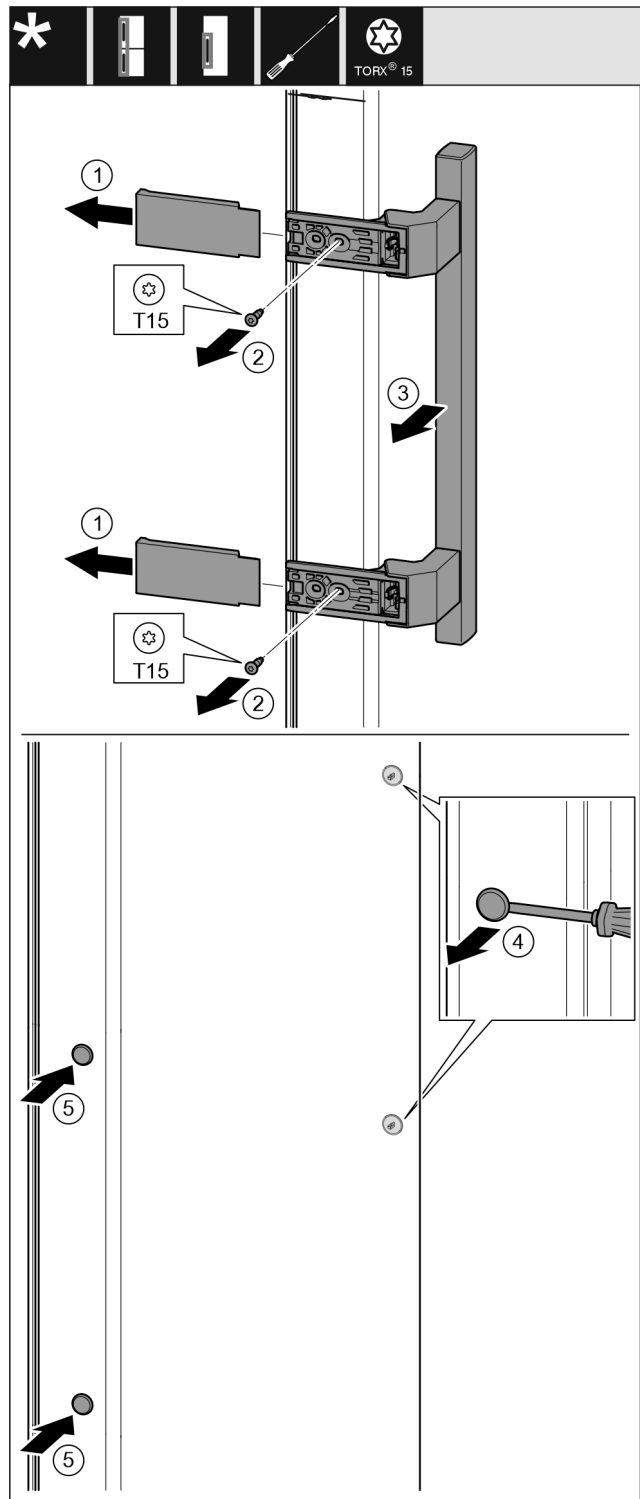

Fig. 18
- ▶ Stáhněte kryt. Fig. 18 (1)
- ▶ Šroubovákem Torx 15 vyšroubujte šrouby. Fig. 18 (2)
- ▶ Sejměte madlo. Fig. 18 (3)
- ▶ Postranní zátku opatrně plochým šroubovákem nadzvedněte a vytáhněte. Fig. 18 (4)
- ▶ Zátku opět vložte na druhé straně. Fig. 18 (5)